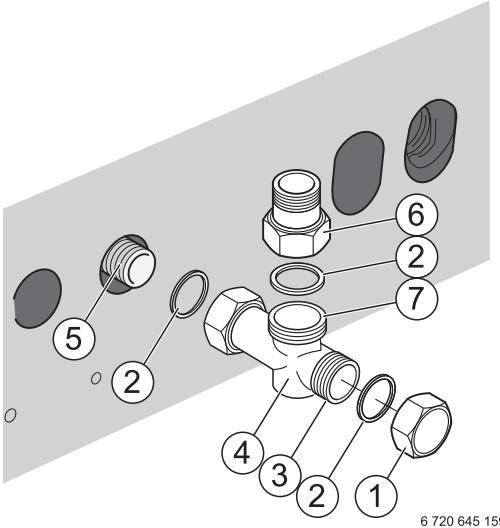

Рис. 10 Подключение обратной линии
- Подсоедините трубу обратной линии бойлера к заднему отводу тройника (→ рис. 10, [3]).